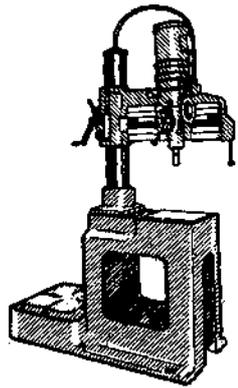

Fig. 87
*Furadeira vertical.* — Esta furadeira tem a braçagem articulada com broca em posição vertical, e pode ser levada para onde se queira (Fig. 87).